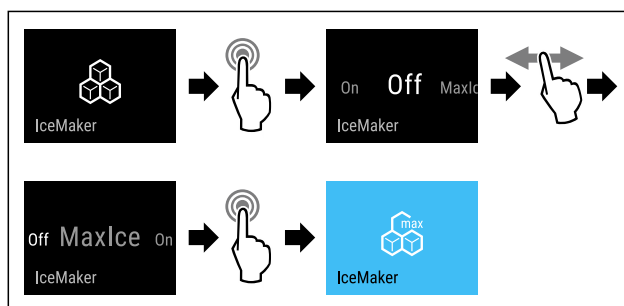

Fig. 17
- ▶ Wykonać czynności (patrz Fig. 17) .